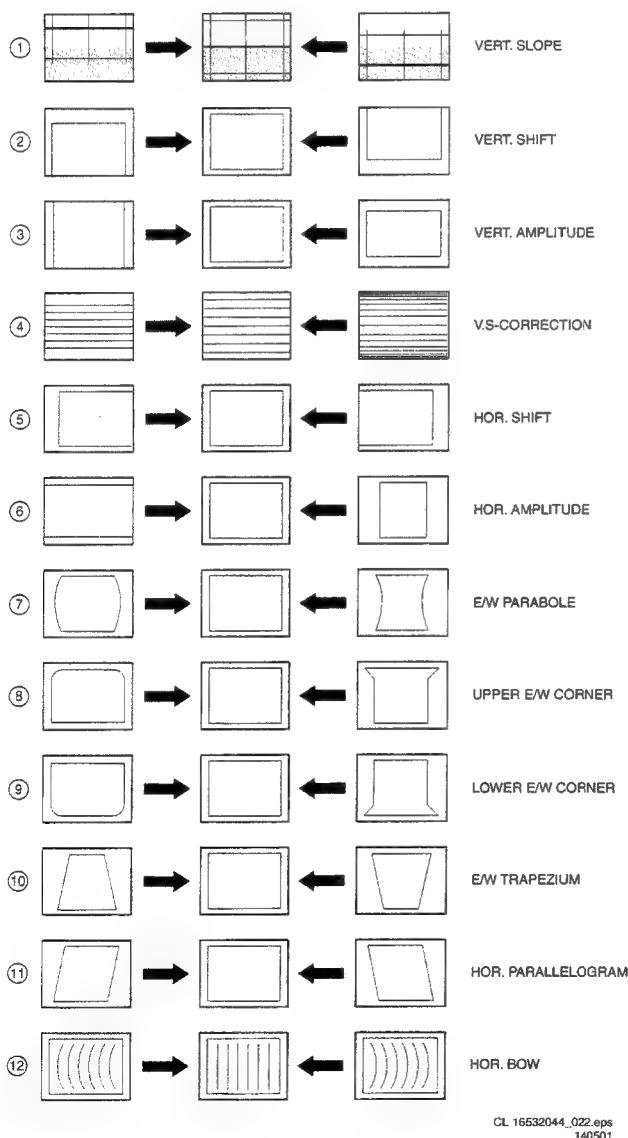

Abbildung 8-9
Siehe auch Abbildung 8-9, Nummern 11, 12 und 5.
- Siehe auch Abbildung 8-9, Nummern 1, 3, 4 und 2.